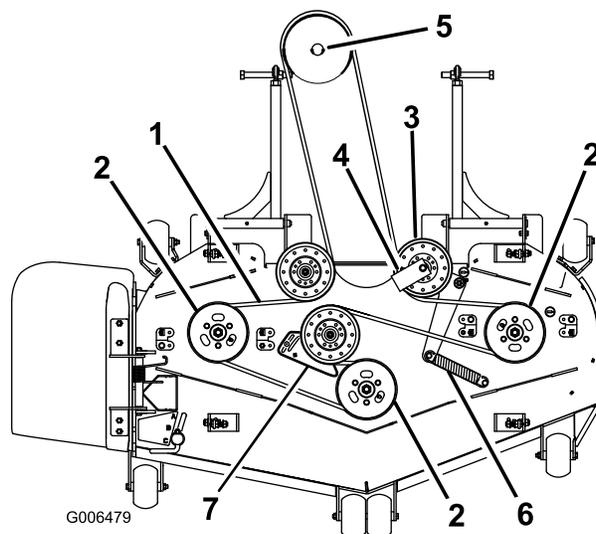

Figura 88
7. Togliete il guidacinghia sulla puleggia tendicinghia a molla mostrata nella Figura 88.
9. Montate la nuova cinghia attorno alle pulegge del tosaerba ed alla puleggia degli ingranaggi, sotto il motore (Figura 88).
10. Installate il guidacinghia sul tenditore a molla a 45 gradi come mostrato nella Figura 88. Serrate il bullone a un valore compreso tra 37 e 45 N·m.
11. Montate la molla di rinvio sui 2 poli (Figura 88).